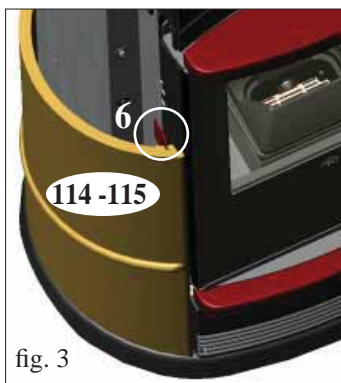

fig. 3
- Placer la façade (72) et la fixer avec les 2 vis M6x12 (en utilisant une clé à six pans) comme indiqué dans le détail "X" (fig. 3).